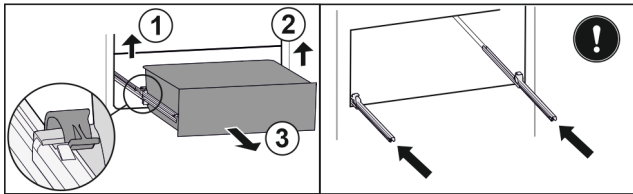

Fig. 210
- ▶ Приподнимите левый зажим и одновременно вытяните движением вперед выдвижной ящик слева. Fig. 210 (1)
- ▶ Приподнимите правый зажим и одновременно вытяните движением вперед выдвижной ящик справа. Fig. 210 (2)
- ▶ Извлеките выдвижной ящик движением вперед. Fig. 210 (3)